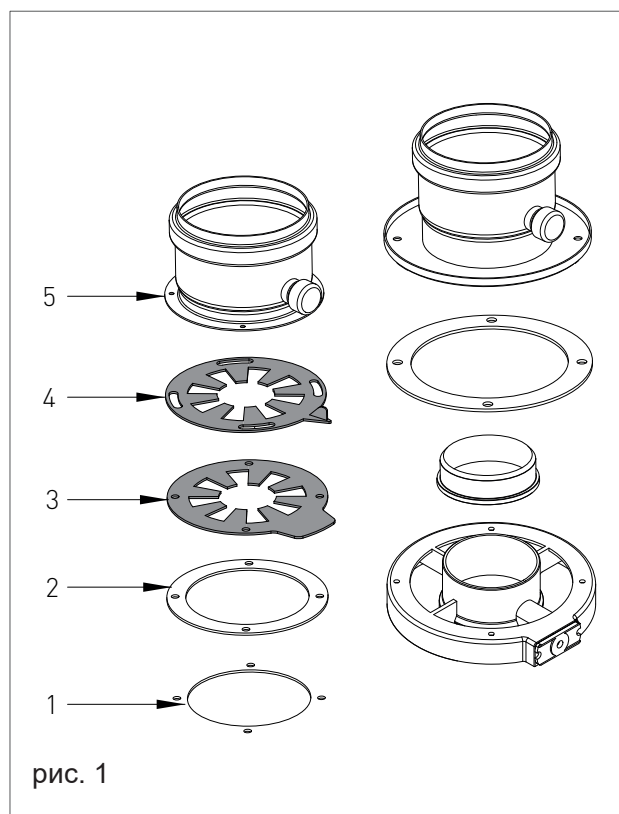

рис. 1
Для монтажа регулируемых диафрагм на раздвоенной системе необходимо выполнить следующие действия (см. рис. 1):
- › очистите верхнюю поверхность герметичной камеры около отверстия для забора воздуха (1-рис. 1);
- › прикрепите плотно прилегающую прокладку из неопрена (2-рис. 1) к отверстию для забора воздуха, выравнявая положение надрезанных отверстий в прокладке соответственно отверстиям в воздухозаборнике.
- › сначала вставьте нижнюю диафрагму с измерительной шкалой (3-рис. 1), а затем верхнюю диафрагму с контрольным указателем (4-рис. 1);
- › установите фланцевое соединение (5-рис. 1) или другой предусмотренный компонент в зависимости от используемой раздвоенной системы дымоудаления;